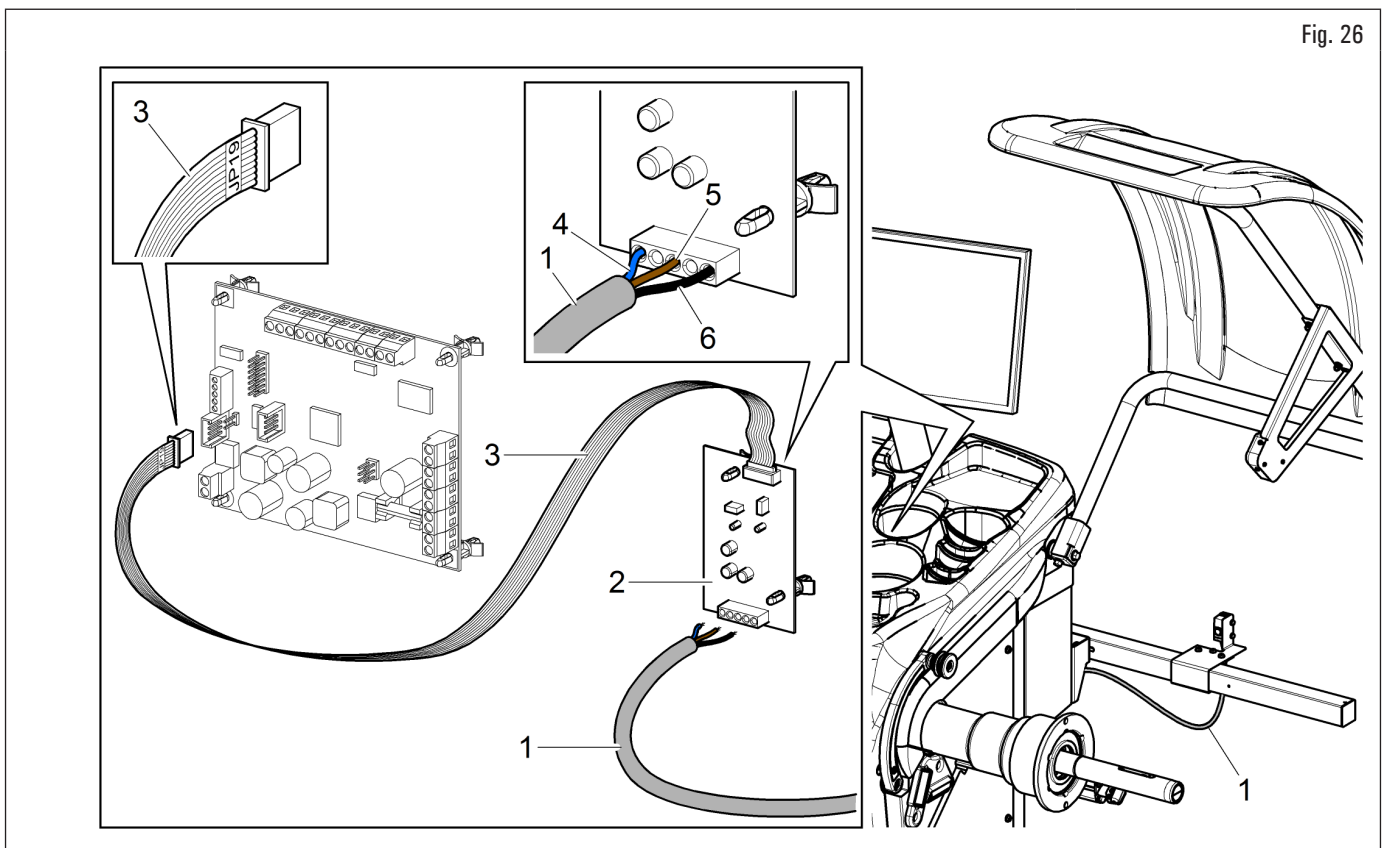

Fig. 26
4. collegare il connettore del cavo del Run-out (Fig. 26 rif. 1) alla scheda elettronica (Fig. 26 rif. 2), come rappresentato in Fig. 26 (cavo rif. 4 blu, cavo rif. 5 marrone e cavo rif. 6 nero). Collegare la scheda (Fig. 26 rif. 2) del Run-out alla scheda principale equilibratrice, utilizzando il cavo JP19 (Fig. 26 rif. 3) fornito in dotazione. Eseguire il collegamento come rappresentato in Fig. 26;